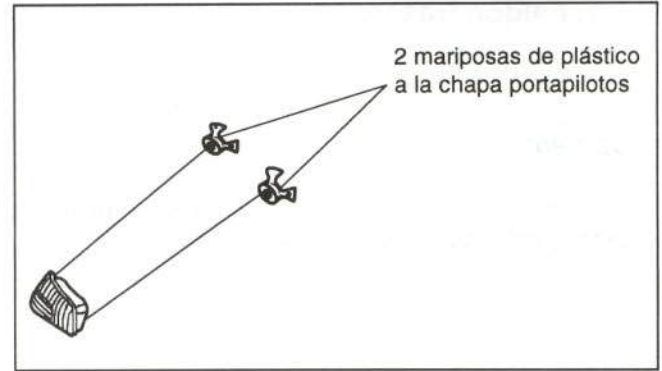

Figura 50.- Fijación de los pilotos traseros
- Pilotos traseros (figura 50)
- Pilotos (figura 50)
- Piloto trasero (figura 50)